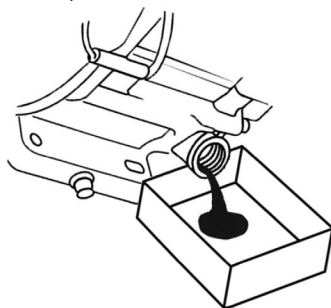

Рис. 20 Замена моторного масла
3. Наклоните виброплиту в сторону маслосаливной горловины двигателя и слейте отработанное масло через маслосаливную горловину в подготовленную для этого емкость (Рис. 20).